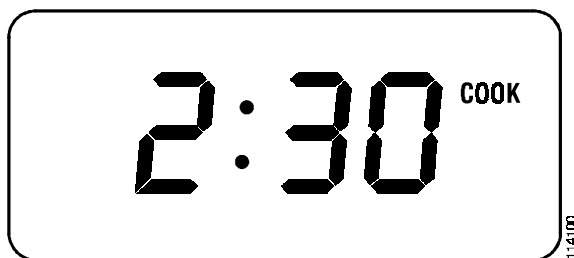

Figure 9.
8. Après avoir réglé le temps de cuisson, vous entendrez un bip, puis le mot indicateur COOK (Cuisson) apparaîtra à l'écran et le four commencera à chauffer. La Figure 9 montre à quoi ressemblerait l'écran s'il avait été programmé pour une cuisson de 2 heures et 30 minutes.